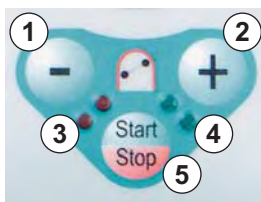

Рис. 2-9 Кнопки управления насосом крови
Кнопка – (Рис. 2-9 , ①) и **Кнопка +** , (②) понижают или повышают расход подачи насоса крови.